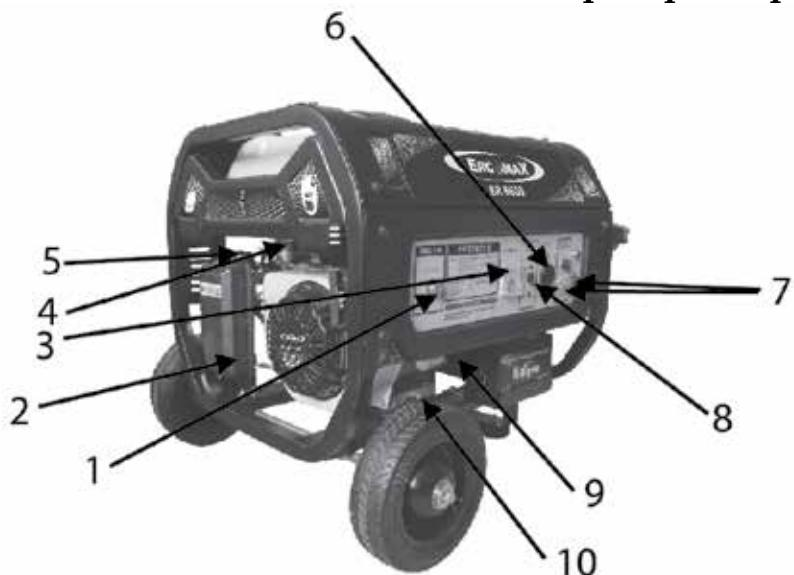
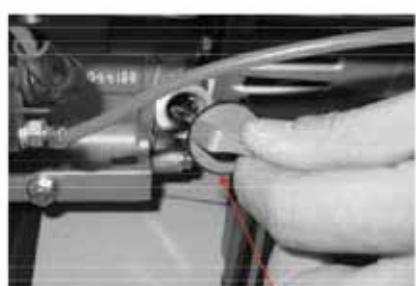
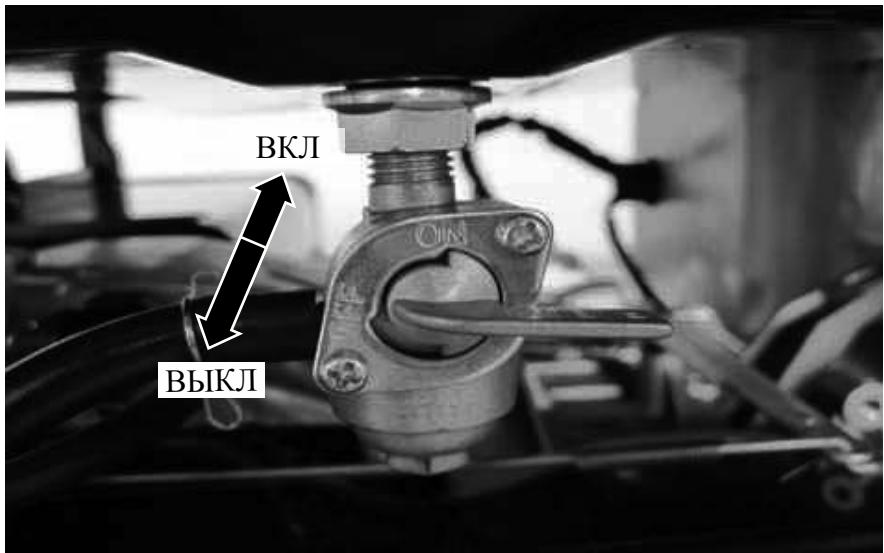
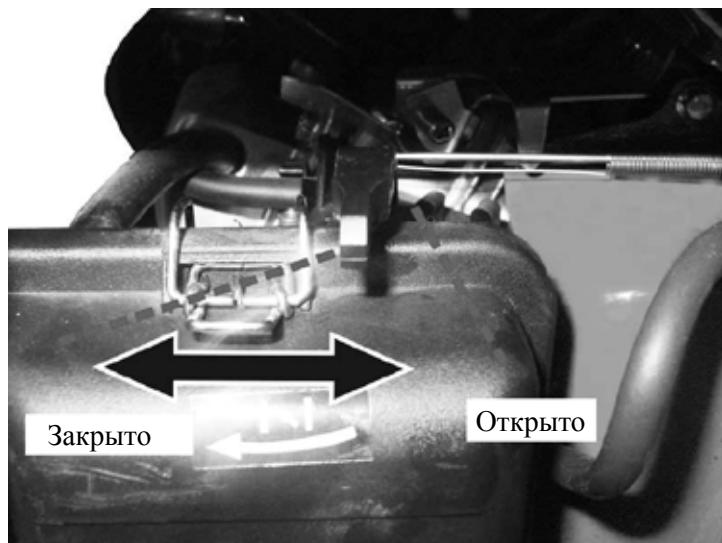

Рис. 2.2.1
Рис. 3.1
Рис. 3.5
Рис. 3.6
- 1.1. Открутите крышку маслозаправочной горловины 9 (рис. 2.2.1) и вытрите щуп крышки 9 чистой тряпкой (рис. 3.1).
- 2.1. Открутите крышку топливного бака 12 (рис. 2.2.1).
ВНИМАНИЕ! ПЕРЕД ПУСКОМ ДВИГАТЕЛЯ ГЕНЕРАТОРА УБЕДИТЕСЬ, ЧТО НИ ОДИН ЭЛЕКТРОПРИБОР НЕ ПОДКЛЮЧЕН К ГЕНЕРАТОРУ, ЛИБО ПЕРЕВЕДИТЕ ВЫКЛЮЧАТЕЛЬ ВЫХОДНОГО НАПРЯЖЕНИЯ 8 (рис. 2.2.1) В ПОЛОЖЕНИЕ «ВЫКЛ».
1. Поверните рычаг топливного клапана 4 в положение «ВКЛ» (рис. 3.5).
2. Передвиньте рычаг дросселя 5 (рис. 2.2.1) в положение «ЗАКРЫТО». Если двигатель теплый или температура воздуха высокая, оставьте рычаг дросселя в положении «ОТКРЫТО» (рис. 3.6, 3.7).
3. Переведите выключатель двигателя 1 (рис. 2.2.1) в положение «ВКЛ». Для моделей с электрическим запуском, вставьте ключ зажигания в выключатель двигателя 1 и поверните его в положение «ВКЛ».
Потяните на себя рукоятку стартера 14 (рис. 2.2.1), пока не почувствуете натяжение шнура стартера, затем РЕЗКО ДЕРНИТЕ рукоятку 14 на себя. Аккуратно верните на прежнюю позицию рукоятку стартера 14.
1. Выключите все электроприборы, подключенные к генератору, и вытащите вилку из розетки переменного тока 6 (рис. 2.2.1), либо переведите выключатель выходного напряжения 8 в положение «ВЫКЛ»
3. Поверните рычаг топливного клапана 4 (рис. 2.2.1) в положение «ВЫКЛ» (рис.3.5).
1. Переведите рычаг топливного клапана 4 в положение «ВЫКЛ» (рис. 3.5).
5. Переведите рычаг топливного клапана 4 в положение «ВКЛ», чтобы проверить наличие течи после очистки отстойника (рис. 3.5).